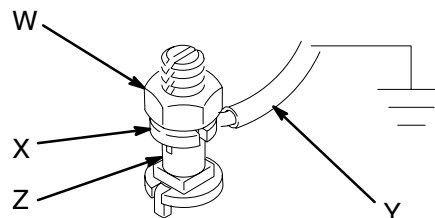
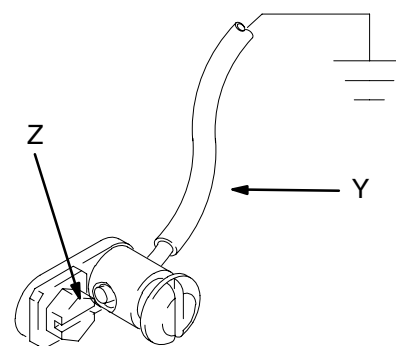

Рис. 1
Рис. 2
- *Насос:* Используйте заземляющий провод и зажим, как показано на Рис. 1 (внесенные в UL-список насосы) или Рис. 2 (не внесенные в UL-список насосы).
1. *Внесенные в UL-список насосы:* Используйте заземляющий провод и зажим, как показано на Рис. 1. Ослабьте затяжку заземляющей контргайки с проушиной (W) и шайбы (X). Вставьте один конец заземляющего провода (Y) с минимальным сечением в 12 га (1,5 мм²) в прорезь проушины (Z), и надежно затяните контргайку. Подсоедините другой конец заземляющего провода с наконечником к надежной линии заземления. Заказывайте деталь № 237569 Заземляющий провод и зажим.
2. *Не внесенные в UL-список насосы:* Используйте провод заземления и зажим, как показано на Рис. 2. Выкрутите винт заземления (Z) и вставьте через проушину кольцевого зажима на конце провода заземления (Y). Вкрутите винт заземления обратно в насос и надежно затяните его. Подсоедините другой конец заземляющего провода к надежной линии заземления. Заказывайте деталь № 222011 Провод заземления и зажим.